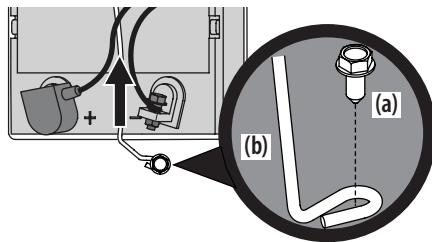

Figure 19
3. Retirez la vis à bride hexagonale (a) fixant le support de fixation de la batterie (b) au châssis. Relevez ensuite le support de fixation de la batterie (b) pour dégager la batterie. Voir Figure 19.